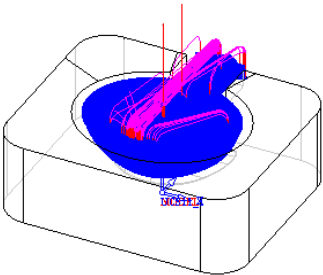

图 2-78 生成的刀具路径
10) 计算刀具路径。完成参数设置后，单击“NC Process Manager”对话框中的保存并计算按钮，运算当前加工程序，此时图形区显示的刀具路径如图 2-78 所示。